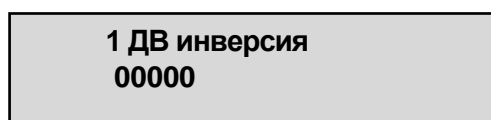

Рисунок 5.7 – Вигляд уставки «ДВ інверсія» на OLED-дисплеї
1) На екрані OLED-дисплею з'явиться відповідний напис (рисунок 5.7).